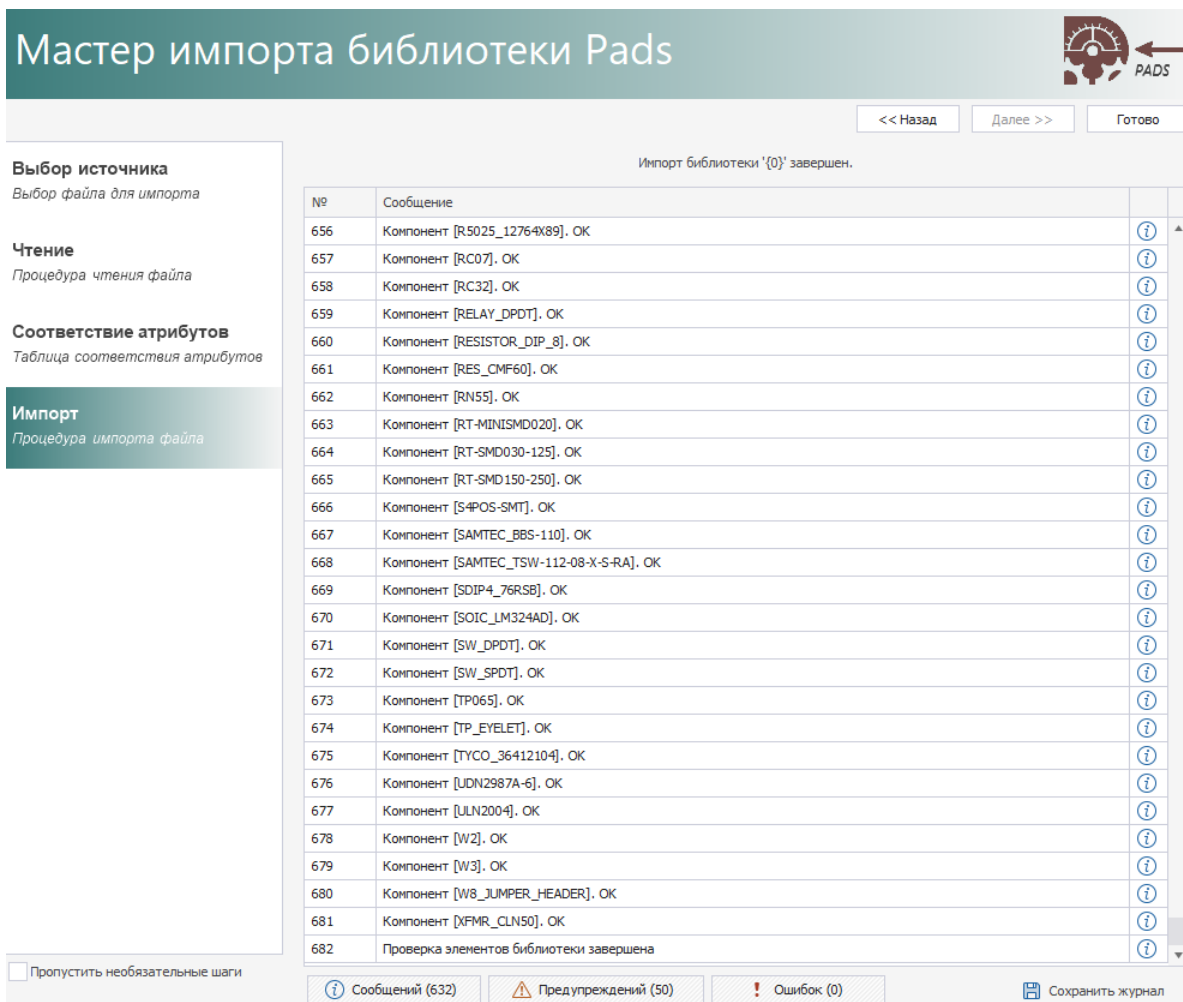

Рис. 10 Завершение импорта библиотеки
9. Дождитесь завершения процедуры импорта и нажмите «Готово», см. Рис. 10.